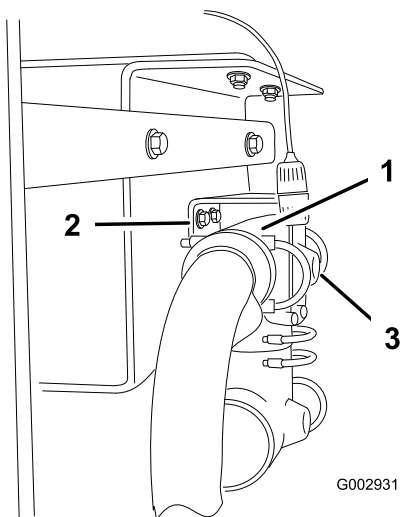

Bild 23
9. Nehmen Sie die Befestigungen ab, mit denen der T-Anschluss hinter dem Zufuhrventil des Spritzgestänges befestigt ist, damit der T-Anschluss nach unten fällt und an den Schläuchen hängt (Bild 23).
10. Bohren Sie vorne am Anschluss hinten am T-Anschluss vorsichtig ein Loch (1/4 Zoll Durchmesser) (Bild 23).